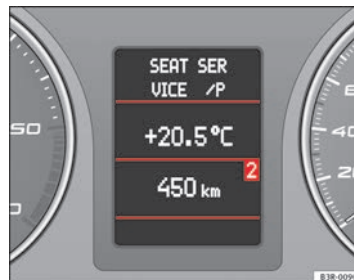

Fig. 65 Sistema de información para el conductor
- Pulsando repetidas veces la tecla **MODE** (B) se cambia entre los modos y éstos se visualizan en el sistema informativo para el conductor ⇒ fig. 65.
- Girando y pulsando el rodillo izquierdo (A) se seleccionará, dependiendo del modo, una función.
- El sistema de manejo por voz* de la instalación para teléfono móvil se activará pulsando la tecla para hablar (C). Pulsando nuevamente la tecla para hablar finaliza el manejo por voz*.
- Girando el rodillo derecho (D) hacia arriba/abajo se aumentará/reducirá el volumen.